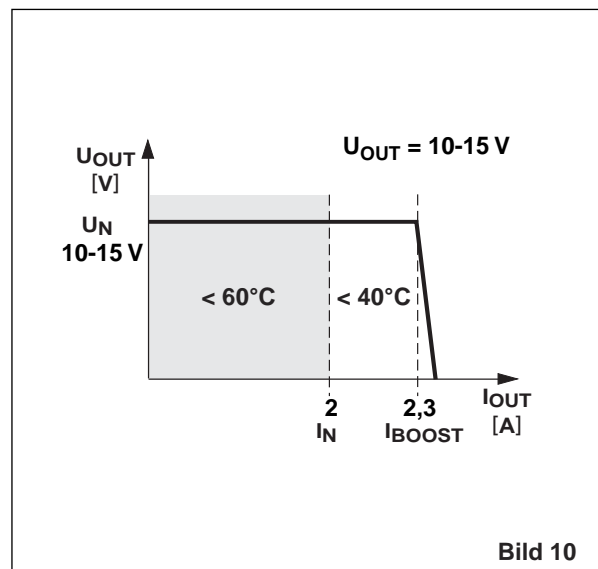

Bild 10
7.1. Ausgangskennlinie (Bild 10)
Bei stärkerer Belastung durchläuft der Arbeitspunkt die in Bild 10 dargestellte U/I-Kennlinie.